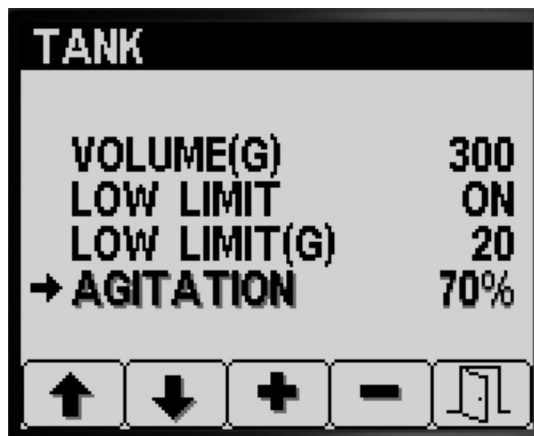

Figura 15
4. Apăsai butonul 1 sau 2 pentru a naviga la opțiunea AGITATION (agitare) (Figura 15).
5. Apăsai butonul 4 pentru a selecta intrarea AGITATION (Agitare) (Figura 15).
6. În timp ce monitorizai manometrul pulverizatorului montat pe bord, apăsai butonul 3 sau 4 pentru a crește sau a scădea valoarea presetată până când presiunea pulverizatorului este la presiunea presetată de agitare inițială pe care ai calculat-o în pasul 2 (Figura 15).